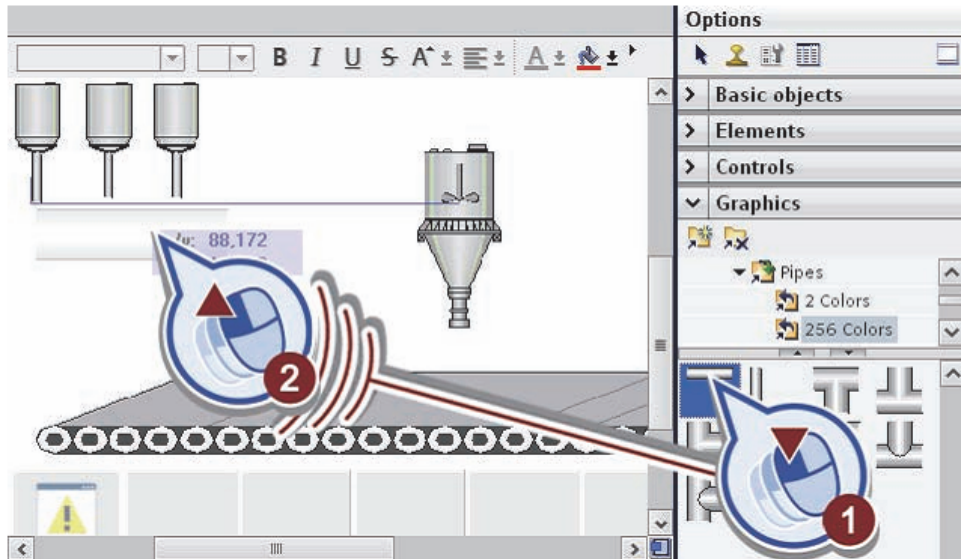

Рис. 3.21. Добавление горизонтальной трубы
- Вставьте объект «Short horizontal pipe» (рис. 3.21):